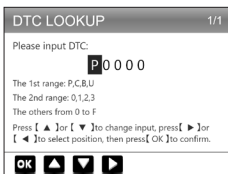

Figura 6.1.2
- 1.1. Selecciona BUSCAR y presiona [OK] para acceder a esta función. (Ver la Figura 6.1.2) Presiona las teclas de flecha (Arriba y Abajo) para cambiar la entrada, luego presiona las teclas de flecha nuevamente (Izquierda y Derecha) para seleccionar la posición. Pulsa [OK] para confirmar.